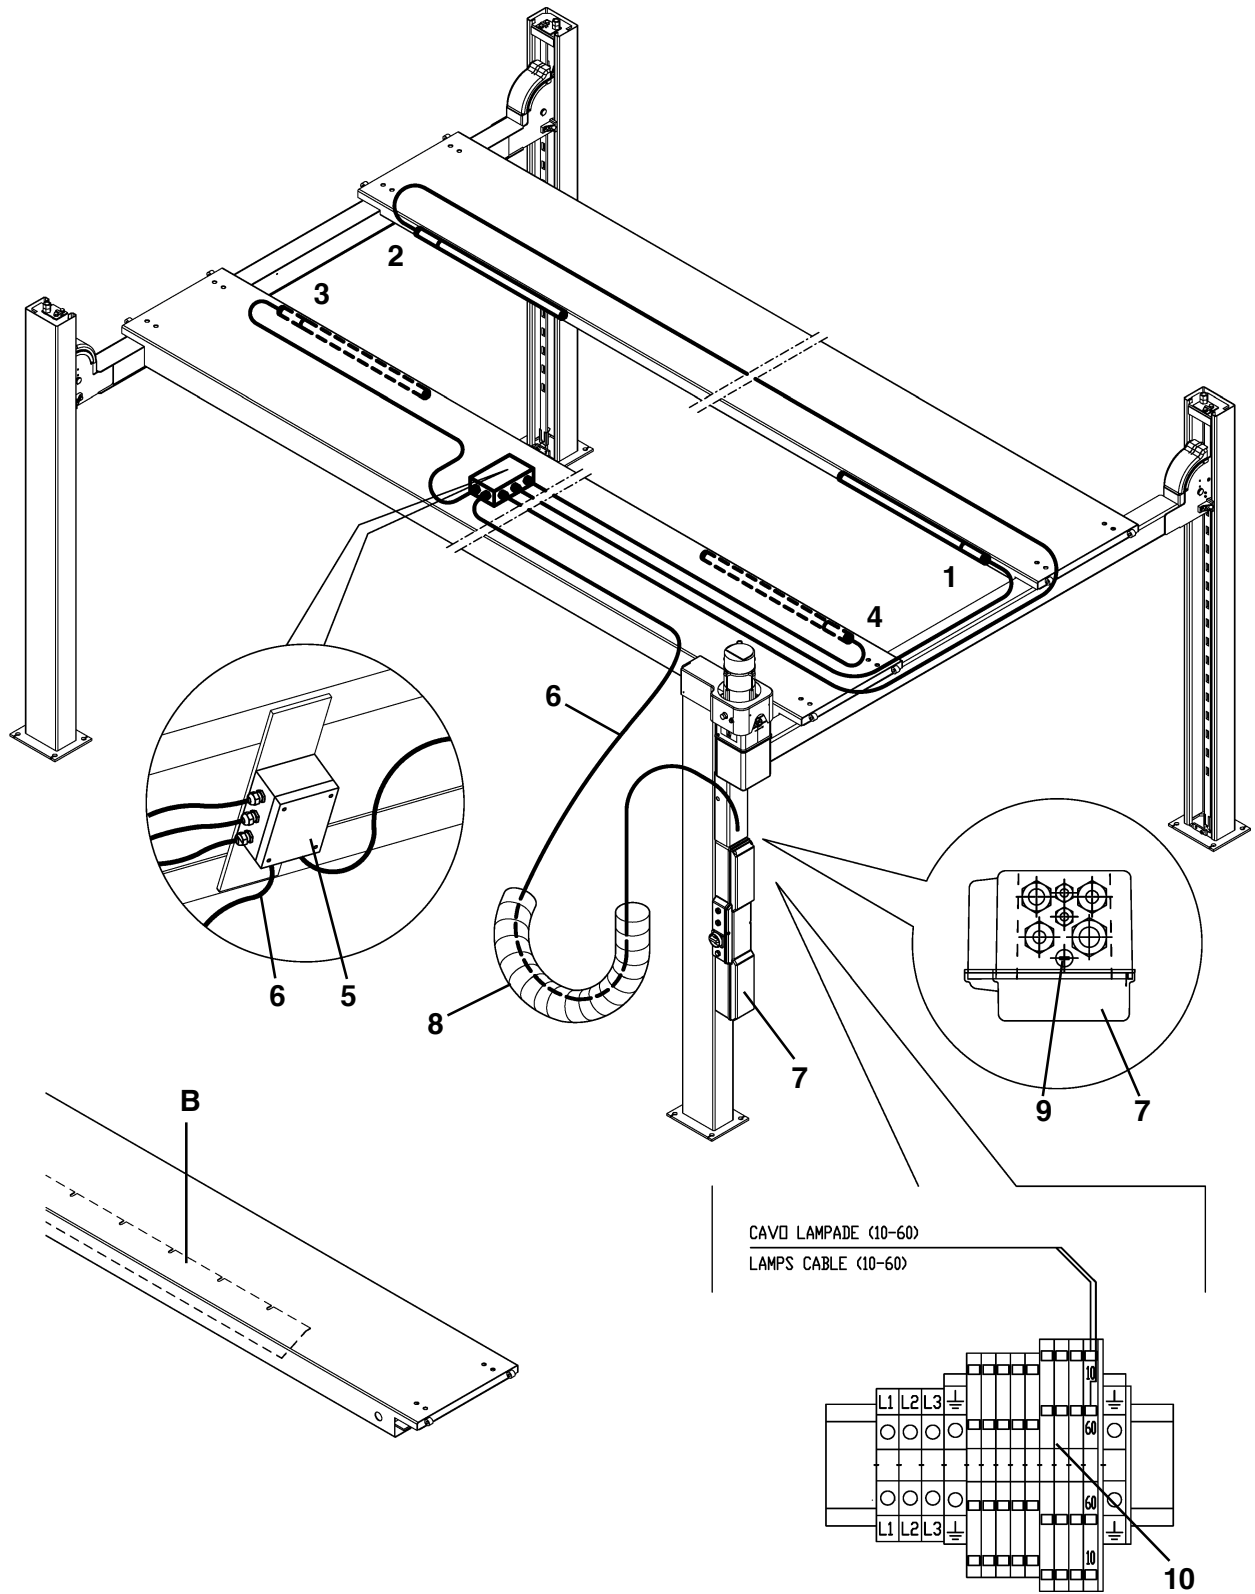

Fig.32
- A Fissare la scatola di derivazione (5 Fig.32) utilizzando la viteria fornita.
- B Montare i tubi illuminanti secondo la numerazione indicata in Fig.32 avendo cura di posizionare le parti dotate di connessioni rivolte verso l'esterno del ponte per facilitare l'inserimento dei cavi nelle intercapedini B delle pedane.
- C Inserire il cavo elettrico (6) di collegamento tra la scatola di comando (7) e quella di derivazione (5), nella guaina
portatubi (8); successivamente posizionare i cavi all'interno della pedana come indicato in Fig. 32.
- D Sostituire il tappo (9) presente nella parte superiore della cassetta elettrica (7) con l'apposito pressacavo per il passaggio del cavo di alimentazione lampade.
- E Eseguire la connessione del cavo nell'apposita morsettiera (10) contenuta nella scatola di comando.
- A Secure the connector block box (5 Fig. 32) with the supplied screws.
- B Install lighting tubes following the numbering in Fig.32; parts featuring connections should be pointing out for easier cable fitting into board cavities B.
- C Insert the cable (6) connecting the control box (7) with the connector block box (5) into the tube sheath 8 then position the cables into the board as shown in Fig.32.
- D Change plug (9) present on the upper side of electric box (7), using the special cable grip for lamps power cable routing.
- A Die Verbindungsdose mit den mitgelieferten Schrauben (5 Abb.32) befestigen.
- B Die Leuchtröhren unter Einhaltung der in Abb.32 angegebenen Numerierung montieren, wobei die Teile mit Verbindungen nach Außen gerichtet werden sollten, um die Einführung der Kabel in die Zwischenräume B der Plattformen zu erleichtern.
- C Das elektrische Kabel (6), das den Steuerkasten (7) mit der Verbindungsdose (5) verbindet, in die Kabelhülle
einfügen 8, dann die Kabel auf den Plattformen, wie in Abb.32 angegeben, verlegen.
- A Fixer la boîte de dérivation (5 Fig. 32) en utilisant les vis fournies.
- B Monter les tubes d'éclairage selon la numérotation indiquée Fig.32 en prenant soit de positionner les parties dotées de branchements vers l'extérieur du pont afin de faciliter l'introduction des câbles dans les interstices B des chemins de roulements.
- C Introduire le câble électrique (6) de raccordement entre la boîte de commande(7) et la boîte de dérivation (5)
dans la gaine porte-tubes (8), puis positionner les câbles à l'intérieur du chemin de roulement comme indiqué Fig.32.
- D Remplacer le bouchon (9) présente en haut de la boîte électrique (7) par le serre-câble approprié prévu pour le passage du câble d'alimentation des lampes.
- E Exécuter le raccordement du câble dans le bornier approprié (10) situé dans la boîte de commande.
- A Fijar la caja de derivación (5 Fig.32), utilizando los tornillos suministrados en dotación.
- B Montar los tubos luminosos según los números indicados en la Fig.32, prestando atención a posicionar las partes con conexiones hacia el exterior del elevador para facilitar la conexión de los cables en los intersticios B de las plataformas.
- C Introducir el cable eléctrico (6) de conexión entre la caja de mando (7) y la caja de derivación (5), en el tubo
guarda-cables 8. Luego posicionar el cable en el interior de la plataforma como se indica en la Fig.32.